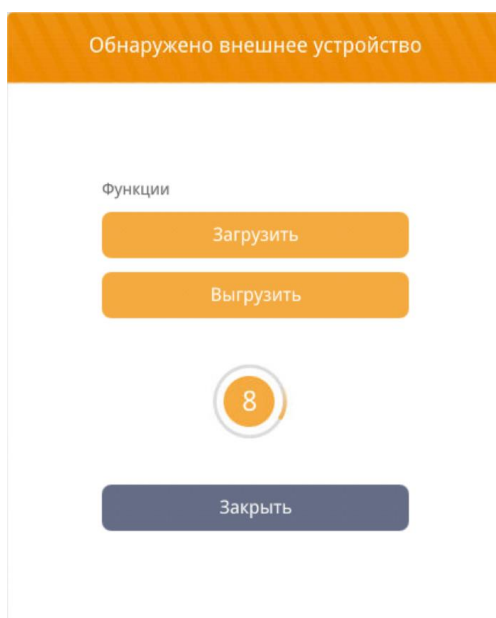

Рисунок 4.24 – Окно «Обнаружено внешнее устройство»
4. На панели оператора в окне «Обнаружено внешнее устройство» (рисунок 4.24) нажать кнопку «Загрузить».